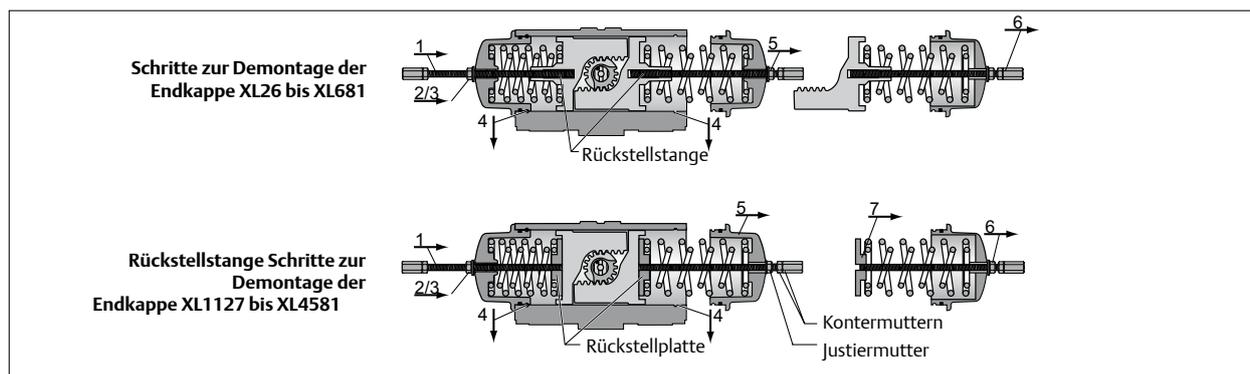

Abb. 4 Demontage der Endkappe
1. Lösen Sie die Sicherungsmuttern (24), und entfernen Sie sowohl die Endanschlagschrauben (22) als auch Gewindedichtungen (23) oder O-Ringe (23a).
2. Entfernen Sie die Anzeige (7) vom oberen Teil der Welle (19). Verwenden Sie für XL26 bis XL221 einen 4 mm Sechskantsteckschlüssel. Bei größeren Größen kann die Anzeige vom oberen Teil der Welle abgezogen werden.
3. Entfernen Sie sowohl die Dichtungsschrauben (28) als auch die Dichtungen (29) von den Endkappen (21).
- Für XL 26 bis XL 681 die Kolben (20)
- Für XL 1127 bis XL4581 die Rückstellplatte (20a, siehe auch Abb. 4), bis der Anschlag erreicht ist (NICHT ÜBERDREHEN!). Achten Sie darauf, dass Mutter und Unterlegscheibe die Endkappenfläche nicht berühren.
7. Halten Sie die Kontermuttern mit einem Schlüssel fest, damit sie sich nicht drehen. Schrauben Sie die beiden Justiermutter mit einem anderen Schlüssel jeweils um eine halbe Drehung (siehe Abb. 4) im Uhrzeigersinn die Stangen hinunter, bis die Endkappe sich lockert. (Maximale; etwa zwei volle Umdrehungen) Auf diese Weise:
- Für XL26 bis XL681 werden die Kolben (20)
- Für XL 1127 bis XL4581 wird die Rückstellplatte (siehe auch Abb. 4) auf die Endkappen (21) gezogen, sodass die Federn komprimiert werden. Das Zusammenpressen der Federn hat zur Folge, dass der durch die Federn ausgeübte Druck aufgehoben wird und der SAFEKEY entfernt werden kann.
10. Wenn beide SAFEKEYS entfernt sind, drehen Sie die Welle mit einem Schlüssel, wobei die Kolben (20) voneinander weg bewegt werden, bis sie die Endkappen teilweise aus dem Gehäuse schieben.
- Für XL 26 bis XL681 die Kolben (20), Federn und die Endkappe treten hervor.
11. Um das Federpaket (siehe Abb. 4) so zu belassen wie es ist, wird die Rückstellstange nicht bewegt. Zum Demontieren des Federpakets lösen Sie die Justiermutter auf der Rückstellstange und reduzieren so den durch die Federn ausgeübten Druck, während Sie das Drehen der Stange verhindern, indem Sie die Kontermuttern mit einem Schraubenschlüssel festhalten.